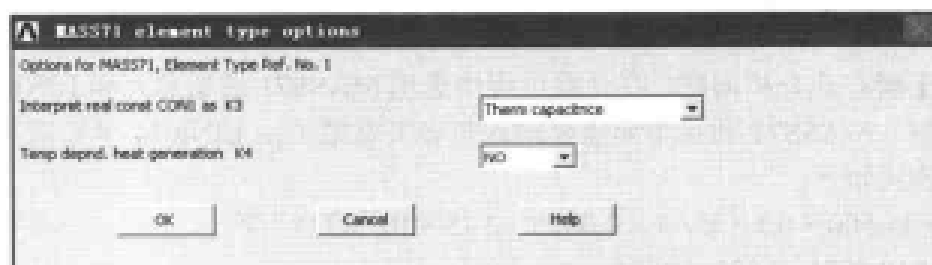

图 10-67 MASS71 单元属性设置对话框
(4) 在 Element Type 对话框上选择 Type 1 Mass71 选项, 单击 Options 按钮, 出现 MASS71 element type options 对话框, 在 Interpret real const CON1 as K3 下拉列表框中选择 Therm capacitnce 选项, 如图 10-67 所示, 单击 OK 按钮关闭该对话框。